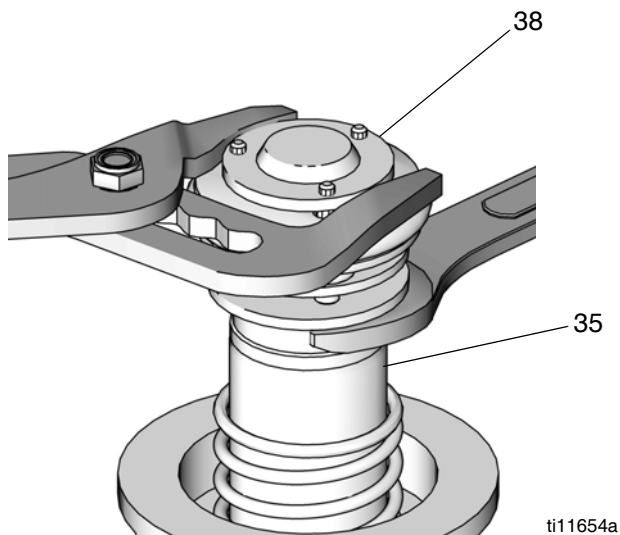
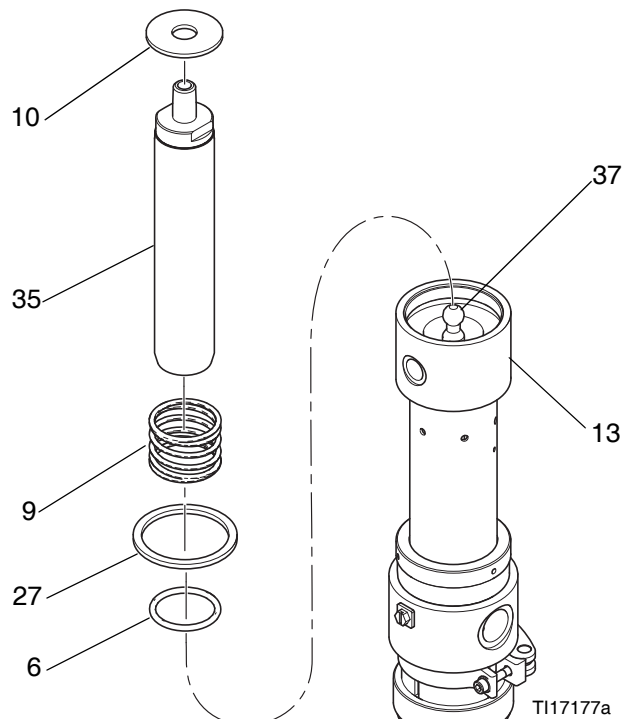

ABB. 11
ABB. 13
- Verwenden Sie an der oberen Platte des Luftventilkolbens (38) eine Zange und einen Schraubenschlüssel an der Kolbenstange (35), um den Luftventilkolben von der Kolbenstange abzuschrauben. Siehe ABB. 11.
- Die Scheibe (10), die untere Feder (27) und die Dichtung (9) entfernen. Auf Verschleiß und Beschädigungen untersuchen und nach Bedarf auswechseln. Siehe ABB. 13.
- Den O-Ring (6) wieder einsetzen. Die Kolbenstange (35) wieder mit der Pumpenverbindungsstange (37) verbinden. Siehe ABB. 13.
- Die Dichtung (11), die Feder (9) und die Scheibe (10) wieder einbauen. Den Kolben (38) wieder zusammensetzen. Auf das Gewinde der Kolbenstange (35) Gewindedichtmittel aufgeben und den Kolben (38) vorsichtig auf die Stange schrauben. Siehe ABB. 11 und ABB. 13.